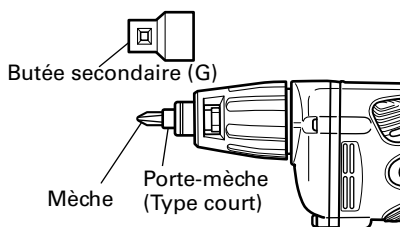

Fig. 8
**2. Démontage de la mèche (Fig. 8)**